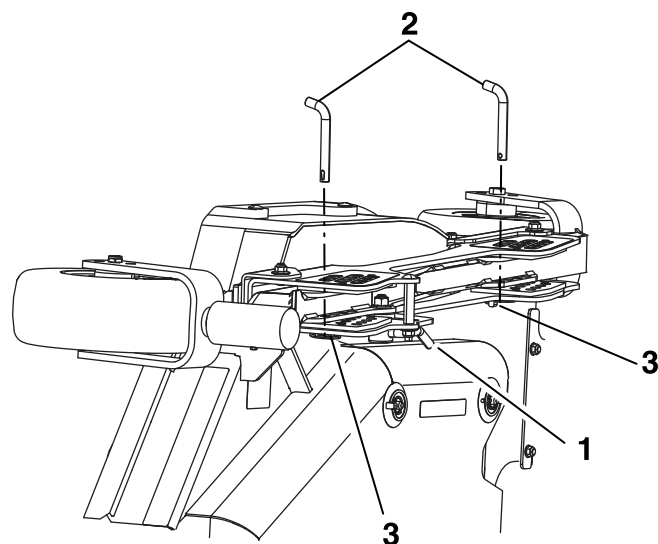

Figure 70
3. Déverrouillez les verrous à came des tabliers latéraux gauche et droit (**Figure 70**).
4. Déposez et conservez la goupille à anneau de hauteur de coupe du tablier latéral (**Figure 70**).